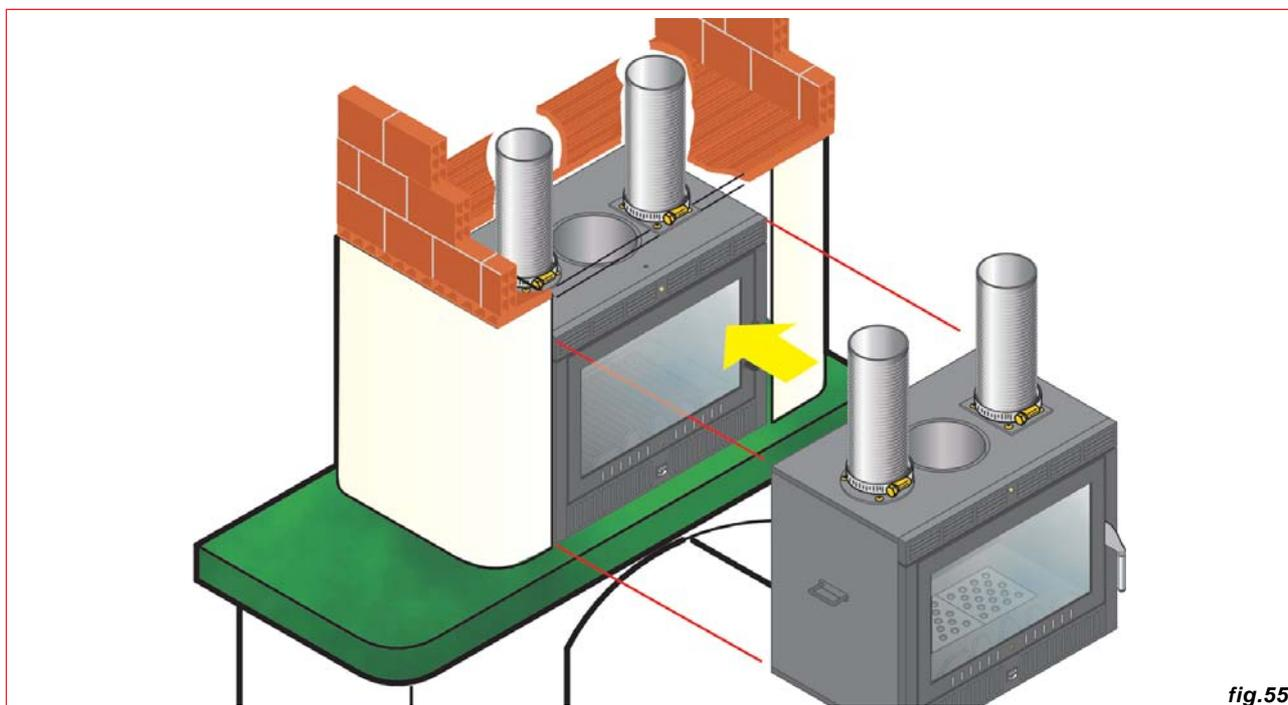

fig.55
- Inserire il calorsystem all'interno del vano (fig.55).